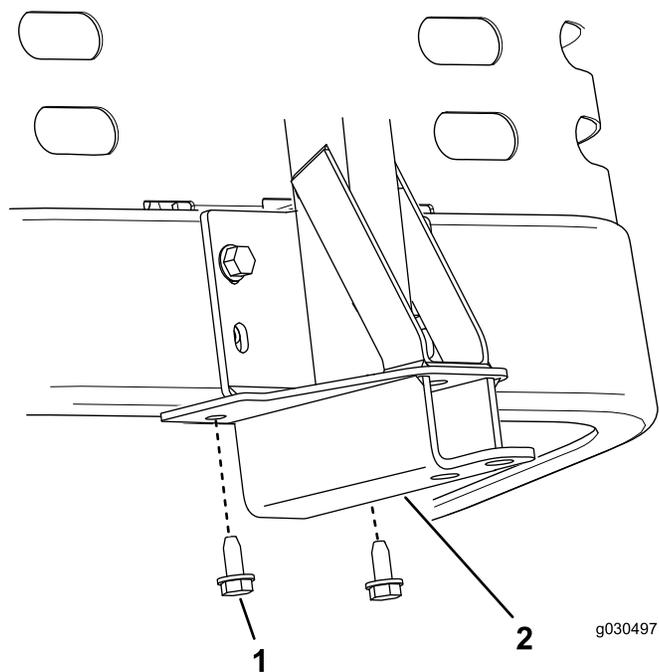

Figura 16
2. Sujete el bastidor de giro a la parte inferior del bastidor de la máquina usando 2 tornillos autorroscantes (5/16" x ¾"), según se muestra en Figura 16.